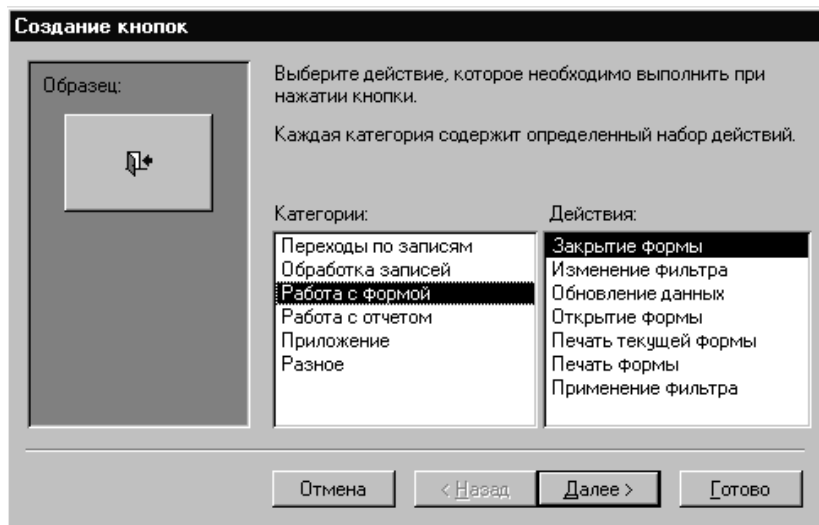

Рис. 16. Выбор назначения кнопки
- Итак, приступим к созданию кнопки. Для этого щелкнем левой клавишей мыши по элементу «Кнопка», а затем щелкнем той же клавишей в примечании формы (ниже заголовка «Примечание формы»). Появится диалоговое окно (рис. 16).